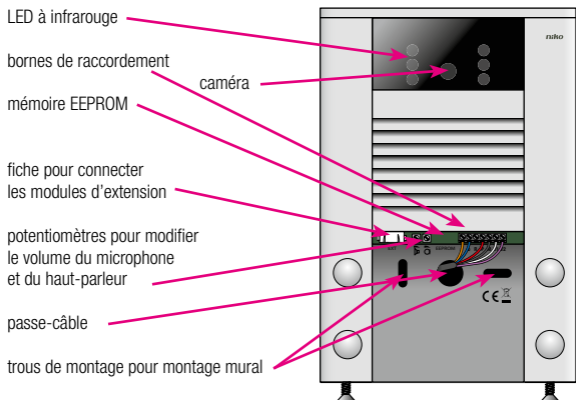

Fig. 2 : faire apparaître les bornes de raccordement et les trous de montage
3. Faites glisser le porte-étiquette vers le bas, de façon à faire apparaître les bornes de raccordement (fig. 2).
Pour étendre le poste extérieur vidéo en y rajoutant plus de boutons-poussoirs de sonnerie, vous reliez un ou plusieurs modules d'extension au poste extérieur vidéo. Niko recommande d'opter pour des modules d'extension de mêmes dimensions que le poste extérieur vidéo (voir chapitre 6). Vous connectez les modules d'extension au poste extérieur vidéo en raccordant le câble de liaison du module d'extension à la fiche prévue à cet effet dans le poste extérieur vidéo (fig. 2 et 4).